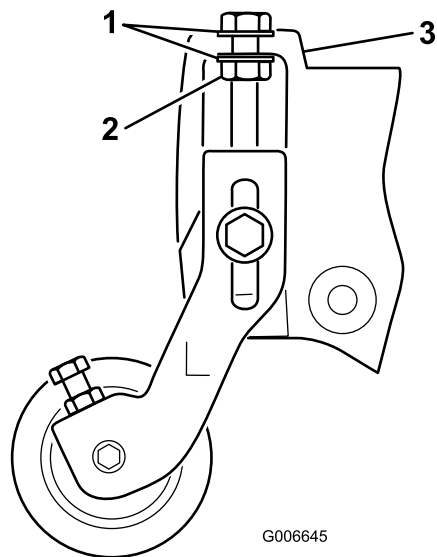

Figura 4
Nota: Las arandelas de los pernos de ajuste de la altura de corte deben estar situados en cada lado de la brida de la chapa lateral (Figura 4).
10. Apriete la contratuercas del perno de ajuste de la altura de corte hasta que las arandelas toquen la brida de la chapa lateral, luego afloje la tuerca 1/2 vuelta (Figura 4).